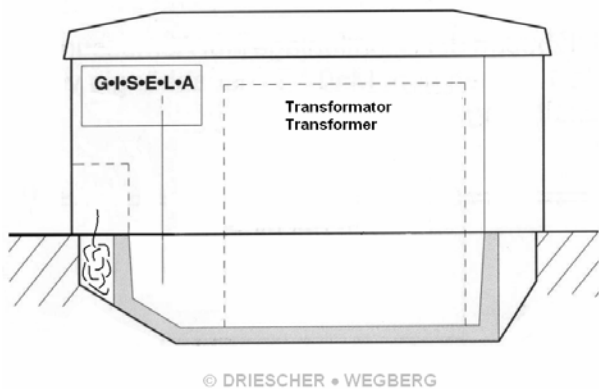
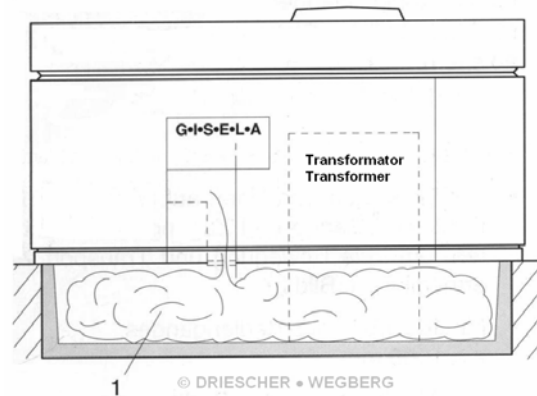
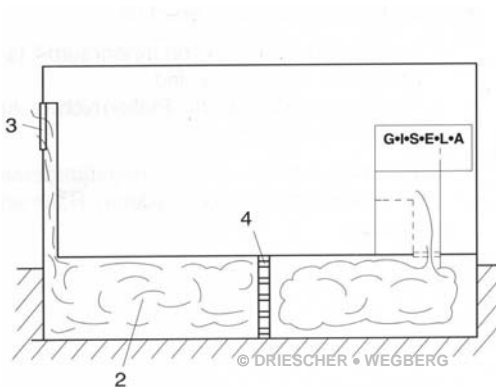

Bild 1 / Illustration 1
Bild 2 / Illustration 2
Bild 3 / Illustration 3
- Bei Kompaktstationen Typ K und KSP Fa. DRIESCHER erfolgt der Druckausgleich ausschließlich im Kabelanschlussbereich (Bild 1). Ansonsten muss bei kompakten und begehbaren Stationen die Druckentlastung in den Kabelkanal (1) [Mindestvolumen ~3m³] vorgesehen werden (Bild 2).
- Bei vorhandenem Kabelkanal (2) [Mindestvolumen ~1,1m³; Mindestquerschnitt – 0,25m² mit Öffnung (3) nach außen], diesen als Druckentlastungsraum nutzen.
- Durch Einbau von zwei Lagen Streckmetall (4) werden die Lichtbogengase zusätzlich gekühlt und der Austritt von heißen Gasen gemindert (Bild 3).